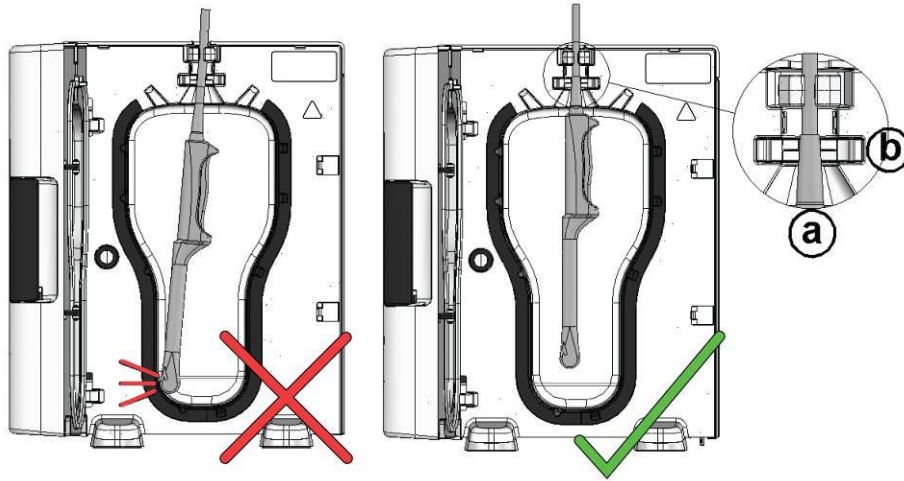

Figure 9
3. La sonde est fermement maintenue en place dans la chambre de désinfection grâce à deux pinces (voir Figure 9[a]).
Une courte gaine à l'arrière de la poignée de la sonde permet de recouvrir le câble électrique. Il s'agit du PRESSE-ÉTOUPE DE LA SONDE (voir Figure 9[a]).
- Tout en tenant la sonde par sa poignée, appuyez sur le haut du presse-étoupe pour l'introduire dans son joint (Figure 9[a]), en vous assurant que la partie supérieure du presse-étoupe du câble de la sonde se trouve au-dessus du joint du presse-étoupe (Figure 9[b]).